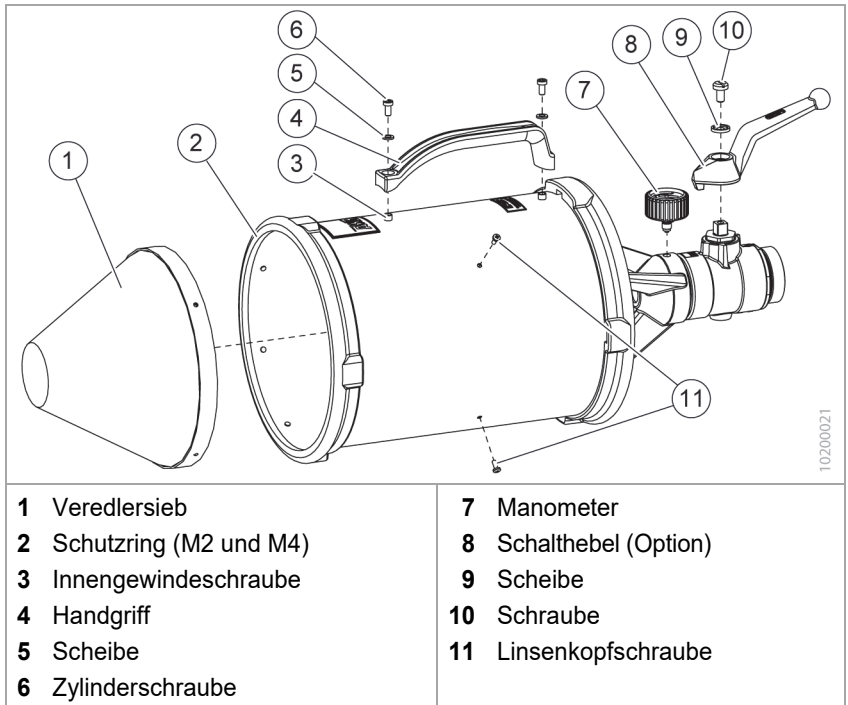

Fig. 3 Reparatur
1. Die drei Linsenkopfschrauben (Fig. 3/11) mit einem Schraubendreher herausdrehen.
2. Das Veredlersieb (Fig. 3/1) aus dem Veredlerrohr herausnehmen.
1. Die Zylinderschrauben (Fig. 3/6) herausdrehen.
2. Den Handgriff (Fig. 3/4) vom Veredlerrohr abnehmen.
3. Die Zylinderschrauben und die Scheiben (Fig. 3/5) in den neuen Handgriff einsetzen.
4. Den Handgriff in der richtigen Lage auf den Innengewindeschrauben (Fig. 3/3) positionieren und festschrauben.
1. Die Schraube (Fig. 3/10) herausdrehen.
4. Die Schraube und die Scheibe (Fig. 3/9) in den neuen Schalthebel einsetzen.
1. Den Schutzring mit den Noppen aus den Bohrungen heraushebeln und den Schutzring (Fig. 3/1) vom Veredlerrohr abziehen.
1. Das Manometer (Fig. 3/3) mit einem Schlüssel SW 14 aus dem Düsenkörper herausdrehen.